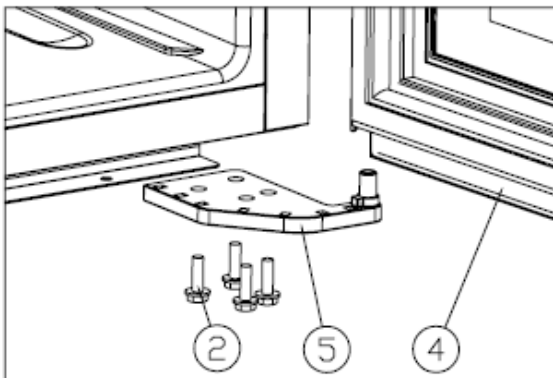

Abbildung 2
- ❖ Schrauben Sie die Schrauben M5*16 ② heraus und demontieren Sie das rechte untere Scharnier ⑤ [Abbildung 2].